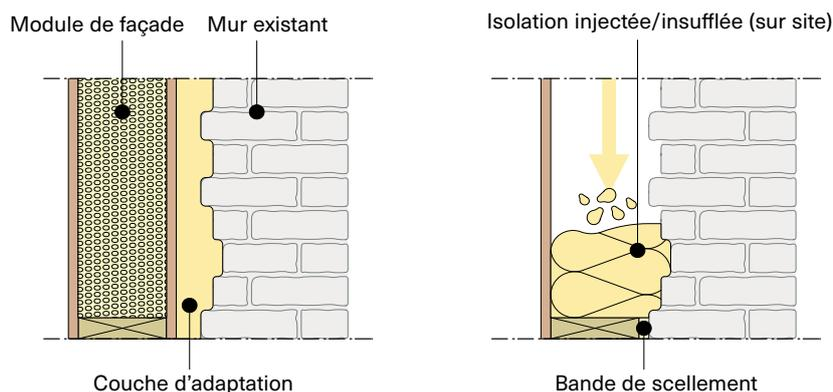

Fig. 2 Types de modules à base de bois.
- le **système fermé** (voir figure 2) comporte une face arrière plane. Il se compose d'une structure fermée en usine par des panneaux. La principale couche d'isolation du module est presque toujours appliquée en usine (isolant semi-rigide de type biosourcé ou conventionnel). Une couche d'adaptation est nécessaire pour remplir l'espace vide entre la nouvelle enveloppe et le mur existant. Il s'agit généralement d'une laine minérale ou d'un isolant en vrac insufflé après le montage des modules. Ces modules fermés possèdent souvent une capacité portante similaire à celle d'un bâtiment neuf
- le **système ouvert** (voir figure 2) se compose d'une structure dépourvue de panneau arrière. L'isolant en vrac (de type conventionnel ou biosourcé) est injecté *in situ* et pallie les irrégularités du mur. Les éléments d'adaptation (bande de scellement, etc.) sont placés pour éviter les fuites lors de l'injection de l'isolant. Les principaux avantages du système ouvert résident dans le processus d'égalisation simplifié et le poids réduit des modules avant montage. Le système se caractérise toutefois par une plus grande segmentation de la phase d'assemblage qui peut prolonger la durée du chantier. Le système ouvert étant plus sensible mécaniquement, une attention particulière doit être accordée à la conception et la manutention des modules.